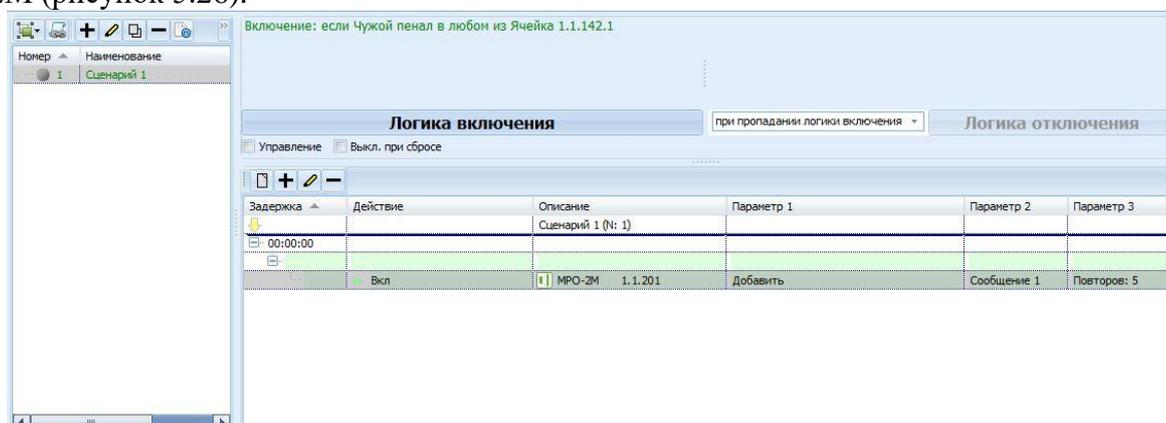

Рисунок 5.26
2) Добавить в исполнительный блок сценария модуль речевого оповещения МРО-2М (рисунок 5.26).